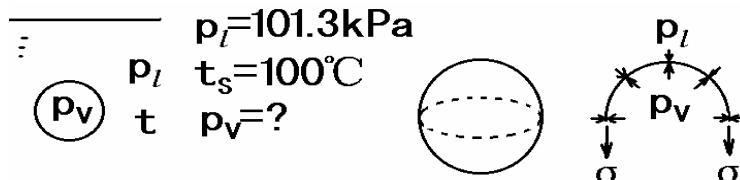

图 6.3 沸腾过热度
沸腾需两个条件，①过热度($t - t_s$)，它是气泡存在的必要条件。如图 6.3 所示，